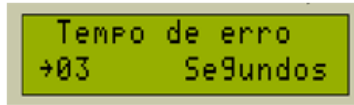

Figura 8.14: Tempo de erro.
Pressione OK para aceitar o valor de variação de tensão, ou as teclas (+) ou (-) para fazer ajustes, pressione OK mais uma vez para aceitar o valor de corrente elétrica e passar para o próximo parâmetro de Tempo de Erro, ou as teclas (+) ou (-) para fazer ajustes nos valores obtidos. O Tempo do Erro é um valor em segundos que o módulo de controle aguarda até interromper o processo de soldagem quando o operador atinge a variação máxima, o valor inicial do tempo de erro de fábrica é de 3 segundos, o valor mínimo é 1 segundo e o máximo 60 segundos. A Figura 8.14 ilustra o Tempo de Erro. Para o próximo parâmetro pressione (OK).